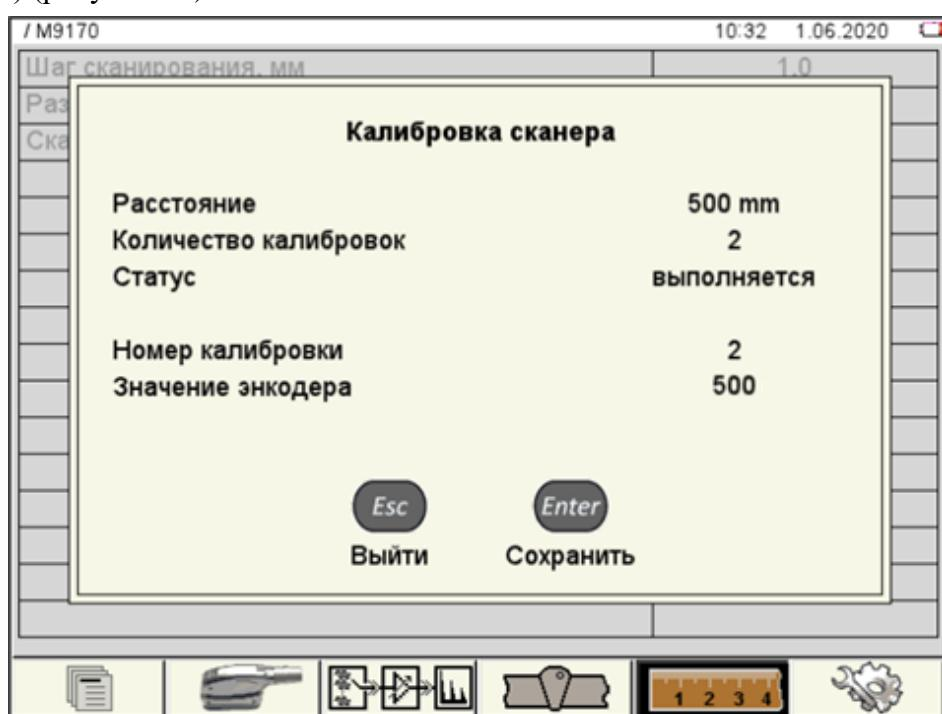

Рисунок 39
- При достижении выбранного количества калибровок нажать клавишу **Enter** (Сохранить) (рисунок 39).